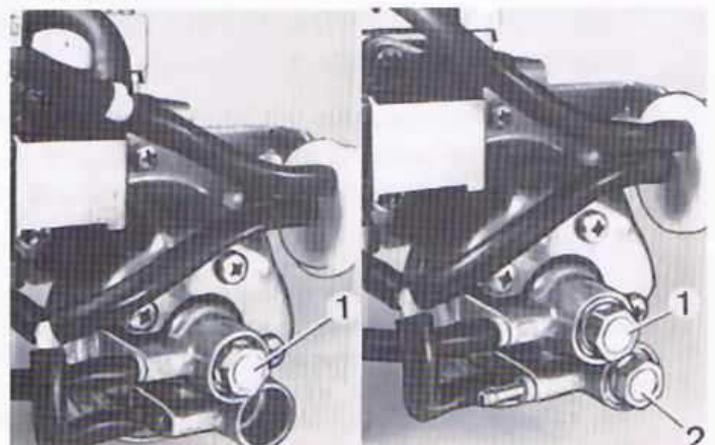

Bild 2
- An Regelventil (2) Bild 2 einstellen.
- Drehzahl an Regelventil (2) Bild 2 einstellen.